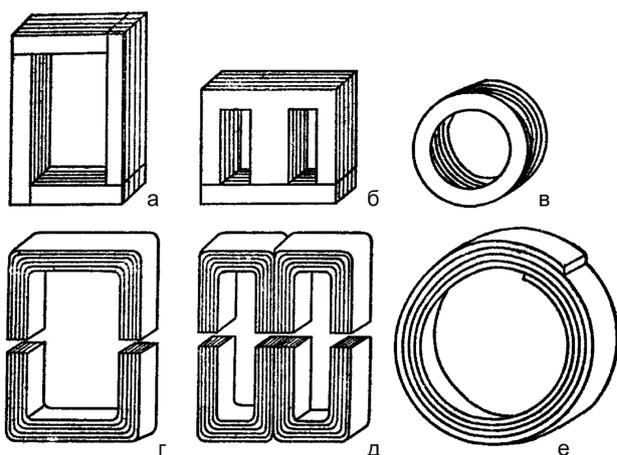

Рис.29
Для изготовления трансформаторов используются стальные сердечники нескольких типов. На рис.29 показаны:
- рис.29,а – стержневой сердечник;
- рис.29,б – броневой сердечник;
- рис.29,в – тороидальный сердечник;
- рис.29,г – витой стержневой сердечник;
- рис.29,д – витой броневой сердечник;
- рис.29,е – витой тороидальный сердечник.